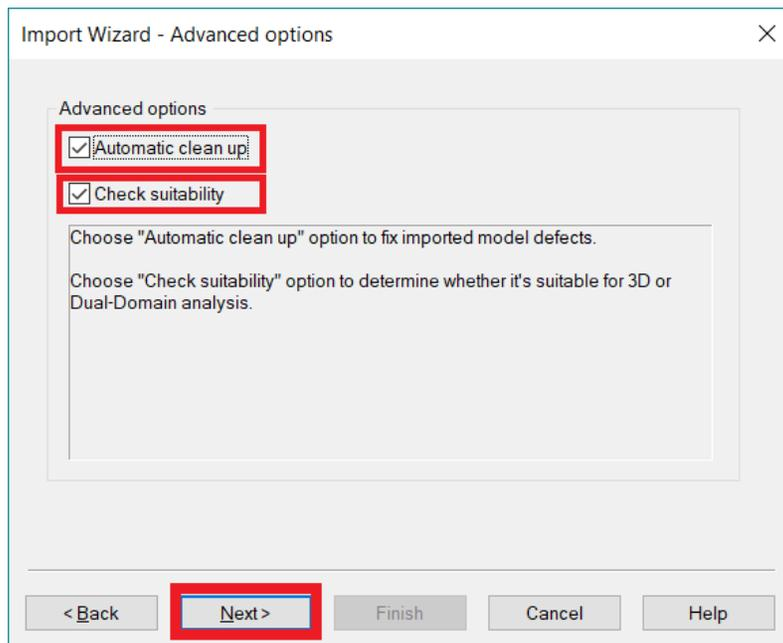

Figura 6.7 Opciones avanzadas.
- En la ventana **Import Wizard-Advanced Options**. Verificar que **Automatic clean up** y **Check suitability** se encuentren seleccionados (Figura 6.7).